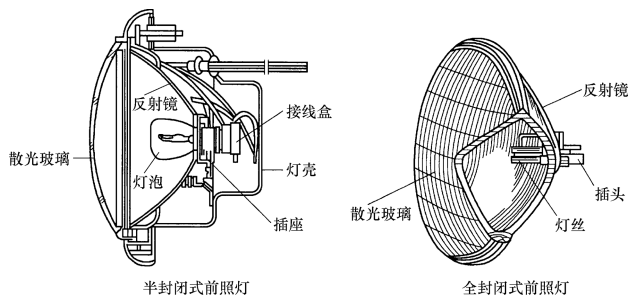

图 4-70 半封闭、全封闭前照灯
(2) **反射镜** 反射镜是抛物面形, 内表面镀银、铝或铬, 再抛光, 如图 4-70 所示。远光灯丝安装在抛物面的焦点上, 灯光经反射镜聚合, 光度增强几百倍。近光灯丝安装在抛物面的焦点上方或前方, 灯光经反射镜后, 照亮车前 50m 路面。